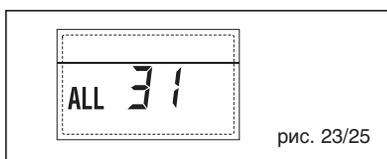

рис. 23/25
**– НЕПОЛАДКА КОНФИГУРАЦИИ ТРЁХЗОННОЙ УСТАНОВКИ “ТРЕВ 32” (рис. 23/26)**